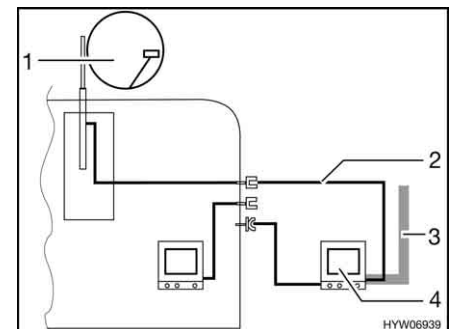

Fig. 175 Televisão no avançado
- Televisão no avançado (Fig. 175,4): Ligação da antena exterior (Fig. 175,1) com cabo de ligação (Fig. 175,2)
- Televisão no avançado (Fig. 175,4): Ligação à antena exterior (Fig. 175,3)